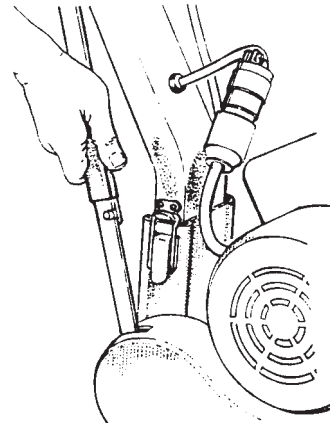

Figura 6
2. Instale la manija y fije los seguros. Consulte la figura 6